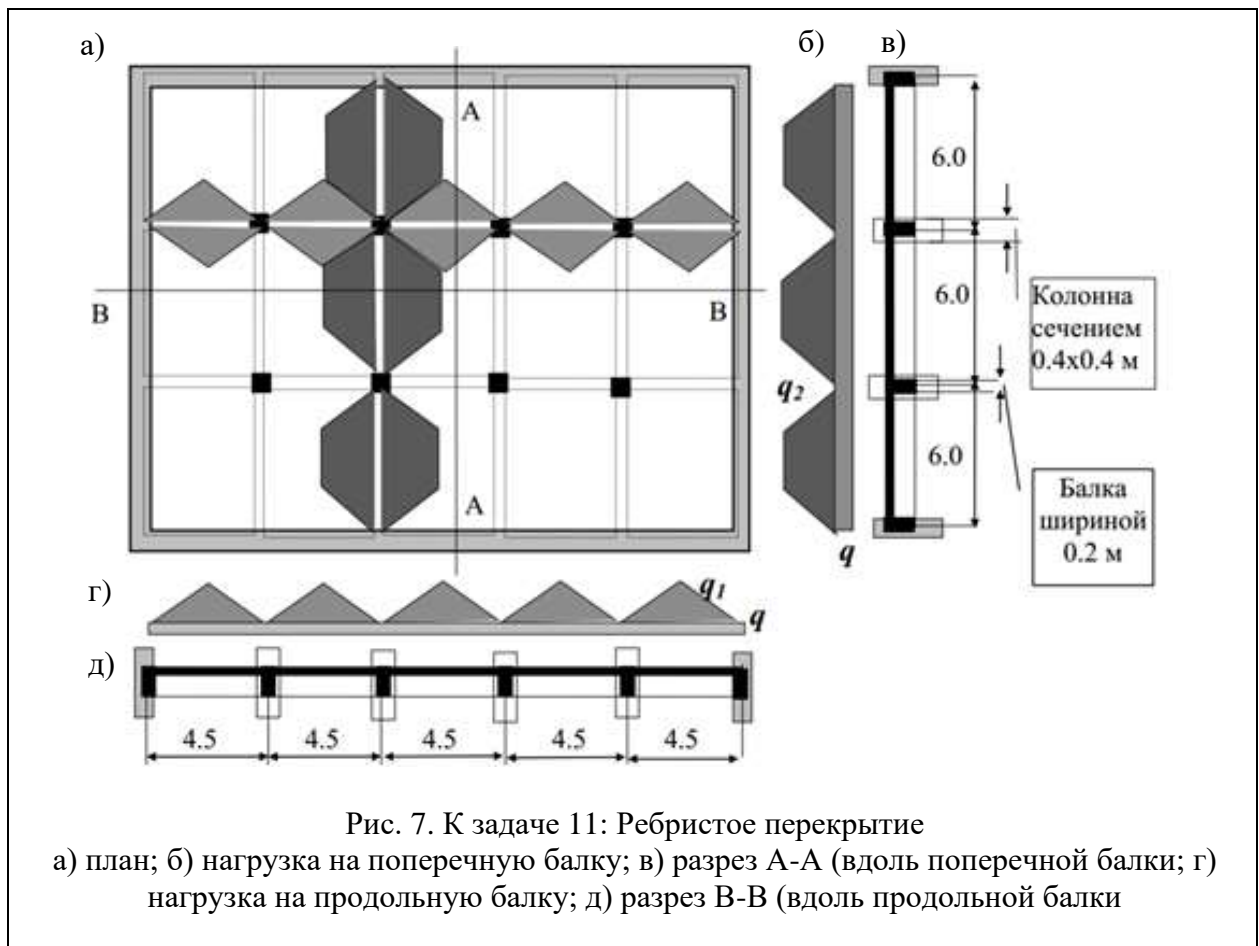

Рис. 7. К задаче 11: Ребристое перекрытие
**Задача 11.** Определить нагрузку, действующую на продольные и поперечные балки (ребра) монолитного железобетонного ребристого перекрытия. Составить расчетную схему продольных и поперечных балок. Толщина плиты 12 см, сечения ребер (продольных и поперечных балок) 20×50 см. План и разрезы здания представлены на рис.7. Размеры здания в плане 18×22,5 м, железобетонные колонны сечением 40×40 см, сетка колонн 4,5×6 м. Стены кирпичные, несущие. Ось стены проходит на расстоянии 20 см от внутренней грани. Полезная временная нормативная нагрузка на перекрытие 6 кПа.